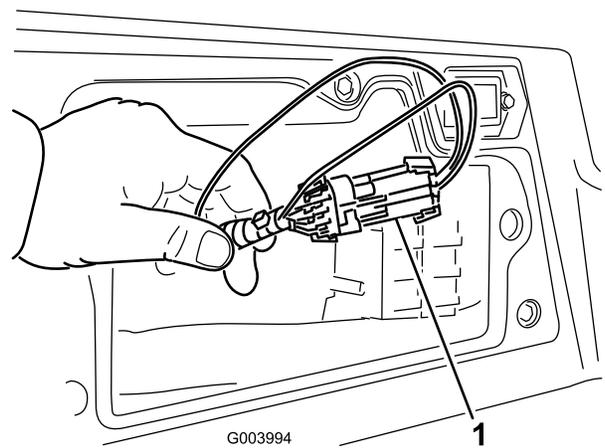

Figure 50
3. Localisez le faisceau de câblage et les connecteurs près du module de commande (Figure 50).